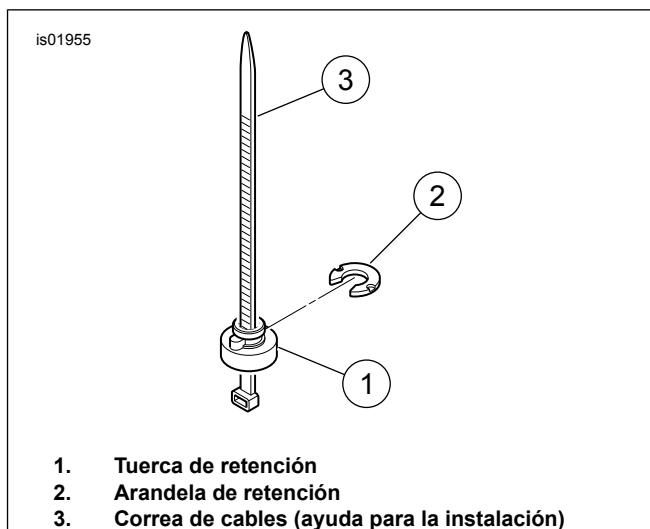

Figura 2. Instalación de la tuerca de retención
- a. Vea Figura 2. Coloque la tuerca de retención (1) sobre la correa de cables (3) para que el extremo ancho de la tuerca descansa sobre el ojal de la correa de cables.
- d. Con el reborde de refuerzo de la tuerca de retención asentado en la muesca del agujero del guardabarros, deslice la arandela de retención (2) desde la parte trasera (esto engancha la tuerca de retención en su lugar). Quite la correa de cables.